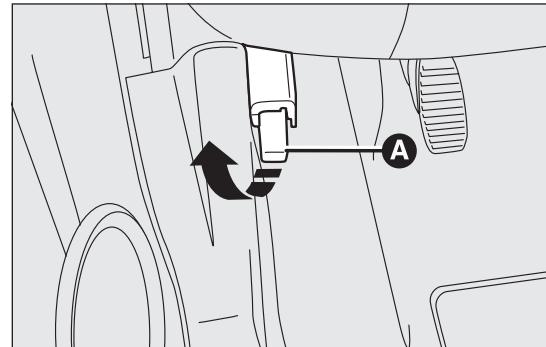

Abb. 59
- Den Hebel A Abb. 59 in Pfeilrichtung ziehen